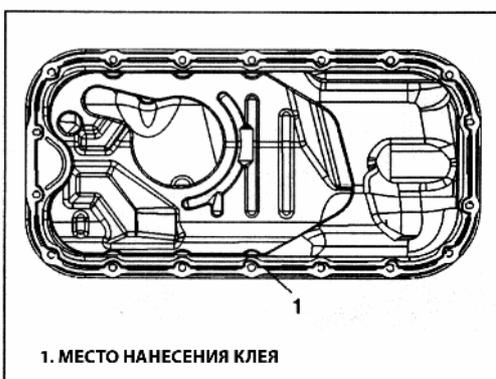

Рис. 45
- 2) Очистите соответствующие поверхности поддона и блока цилиндров. Очистите остатки масла, остатки уплотнителя и загрязнений. Затем нанесите непрерывный слой уплотнителя (Рис. 45).